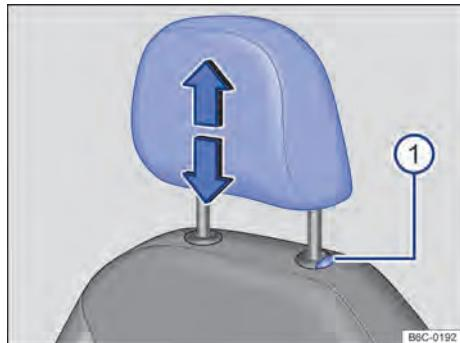
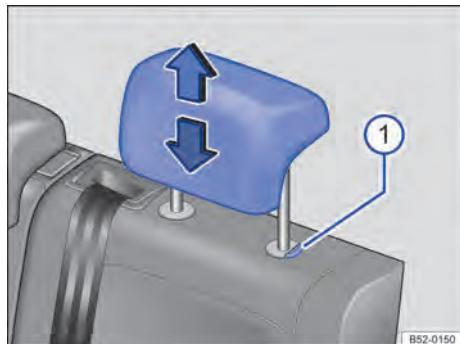

Fig. 66 Apoio para cabeça dianteiro: ajustar.
Fig. 67 Apoio para cabeça traseiros: ajustar.
- Deslocar o apoio para cabeça para cima ou para baixo na direção da seta com o botão → Fig. 66 ① ou → Fig. 67 ① pressionado → **!** em *Introdução ao tema* na página 83.